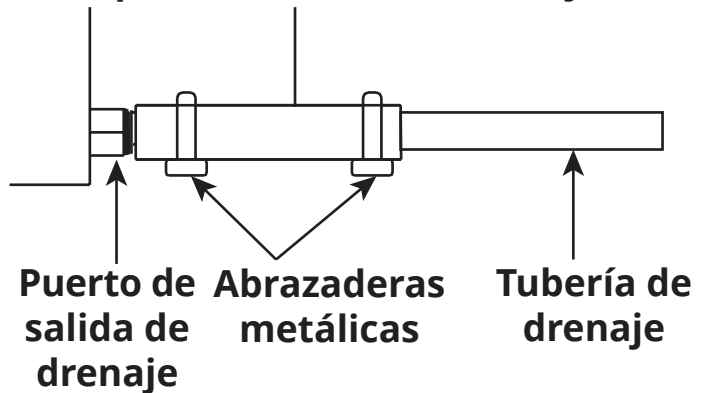

Fig. 5.16
1. Primero, instalará el adaptador del tubo de drenaje en el puerto de salida de drenaje del cassette, utilizando una de las abrazaderas provistas para asegurarlo en su lugar apretando la abrazadera (**consulte la Fig. 5.16**).
2. Deslice la otra abrazadera de metal en el otro extremo del adaptador del tubo de desagüe. Luego, deslice el tubo de drenaje en el extremo del adaptador y asegúrelo apretando la abrazadera (**consulte la Fig. 5.16**).